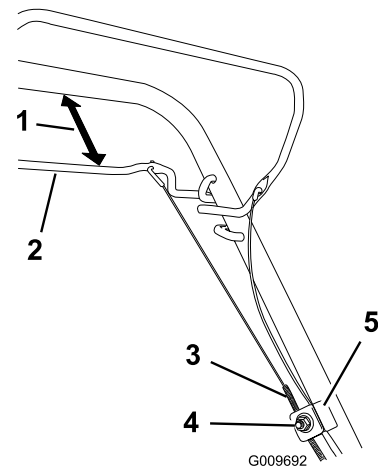

Figure 33
- Desserrez l'écrou du support de guidage du câble (Figure 33).
- Maintenez la barre de commande d'autotraction à 25 à 38 mm du guidon (Figure 33).
- Tirez la gaine du câble vers le bas (vers la machine) pour éliminer le mou du câble (Figure 33).